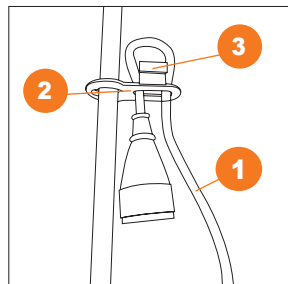

Рис. 13
6. Перед началом работы закрепите сетевой шнур удлинителя **1** в специальном зажиме **2** для предотвращения его отсоединения. Для этого, проденьте шнур **1** в петлю зажима **2** и зафиксируйте его, зацепив за крючок **3** (Рис. 13).